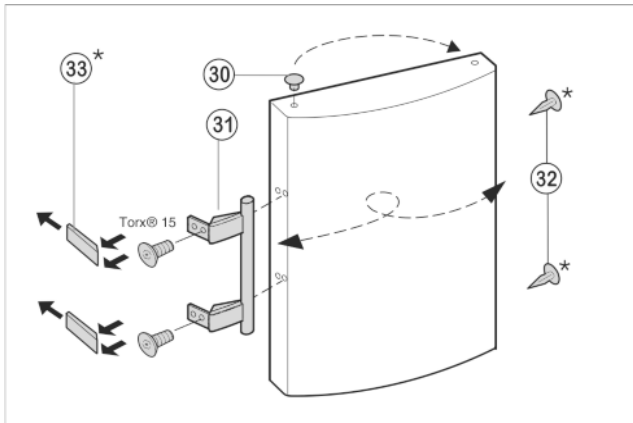

Fig. 10
- ▶ Stopfen Fig. 10 (30) aus der Türlagerbuchse herausheben und umsetzen.
- ▶ Türgriff Fig. 10 (31), Stopfen Fig. 10 (32) und Druckplatten Fig. 10 (33) abmontieren und auf die Gegenseite umsetzen.